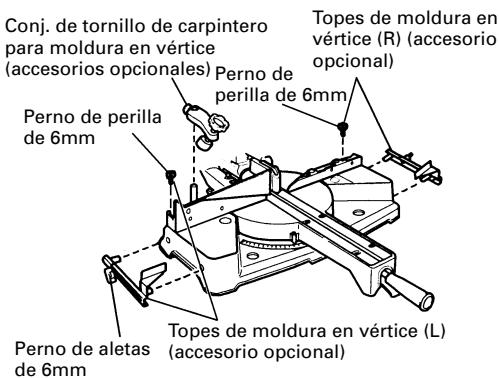

Fig. 47-a
- 1) Las topes de moldura en vértice (L) y (R) (accesorios opcionales) permiten facilitar los cortes de la moldura en vértice, sin inclinar la hoja de sierra. Instálelas en ambos lados de la base, tal como se muestra en la Fig. 47-a. Después de la insercion, apriete el perno de perilla de 6mm para asegurar los topes de moldura en vértice.